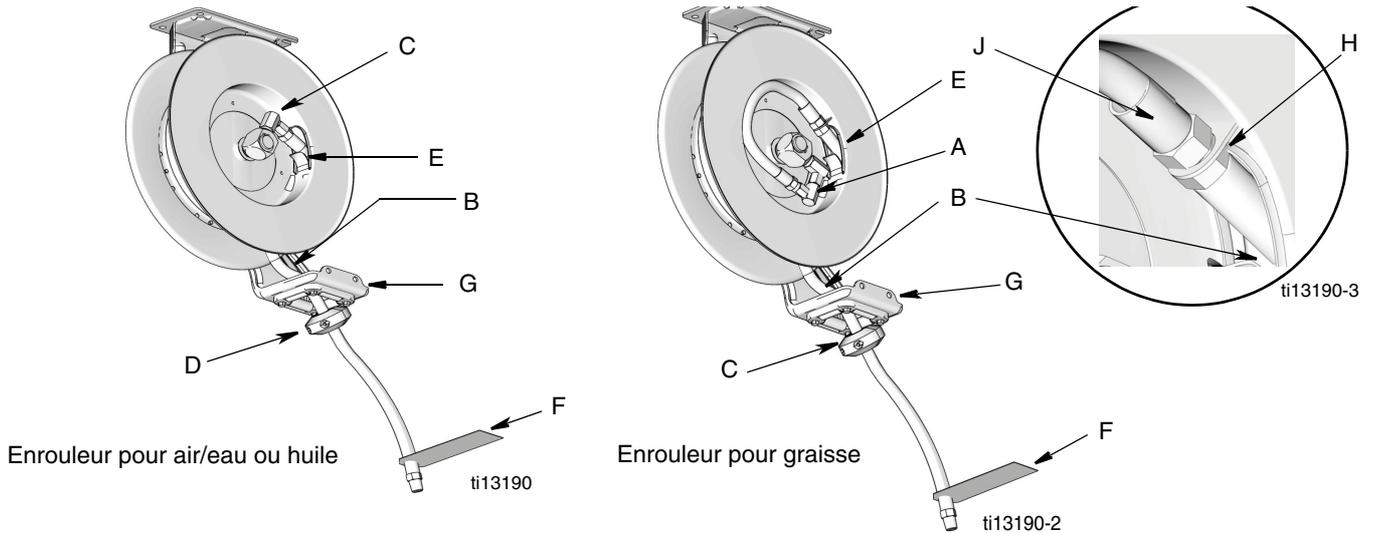

FIG. 24
6. **Pour les enrouleurs pour air/eau ou huile,** débranchez le flexible (B) du pivot (C).
Pour les enrouleurs pour graisse, débranchez le flexible (B) du flexible du réducteur de tension (J) (FIG. 24). Retirez complètement le flexible de l'enrouleur.
7. Installez l'arrêtoir de flexible (D) à l'extrémité du flexible. Si le flexible a une étiquette de mise en garde, l'arrêtoir de flexible devra être installé sur la même extrémité que celle-ci (F).
9. Faites passer l'extrémité du flexible (B) dans le guide de flexible (G) puis par l'orifice (E) de l'enrouleur (FIG. 24).